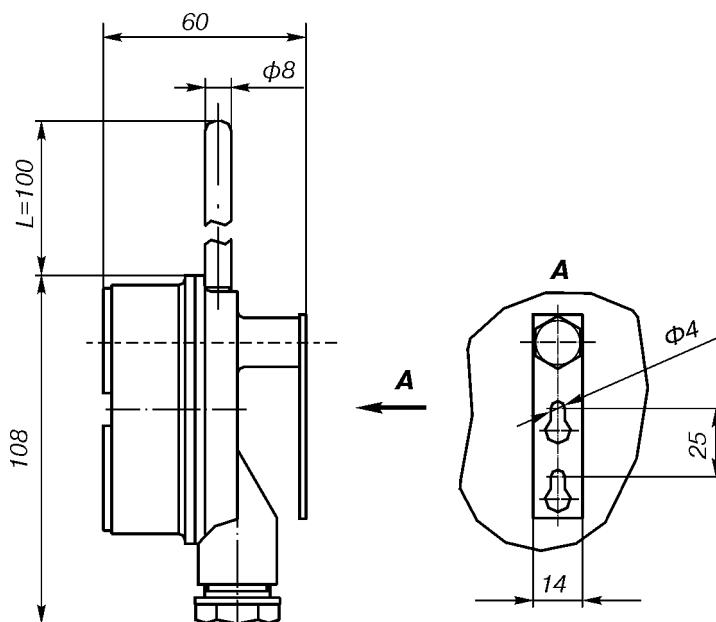

Рис.4.
Назначение: термопреобразователи сопротивления платиновые **ТСП Метран-206** по рис.4 предназначены для измерения температуры воздуха в помещениях различного назначения.
04* по рис.4
3. Длина монтажной части, L, мм (табл.1, 2 и примечание; рис.4).
-50...150°C (только для рис.4)